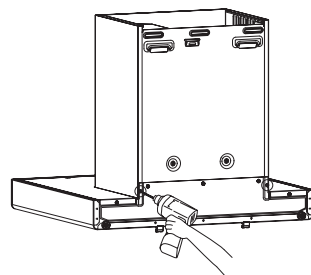

Fig.6
2. 取下風機外罩、裝飾罩（僅適用於 EMS6008-C）：用螺絲刀取下主機背后固定風機外罩的 2 顆螺釘（見 Fig.6），然後雙手抓住風機外罩和裝飾罩向上將其取出（見 Fig.7）；